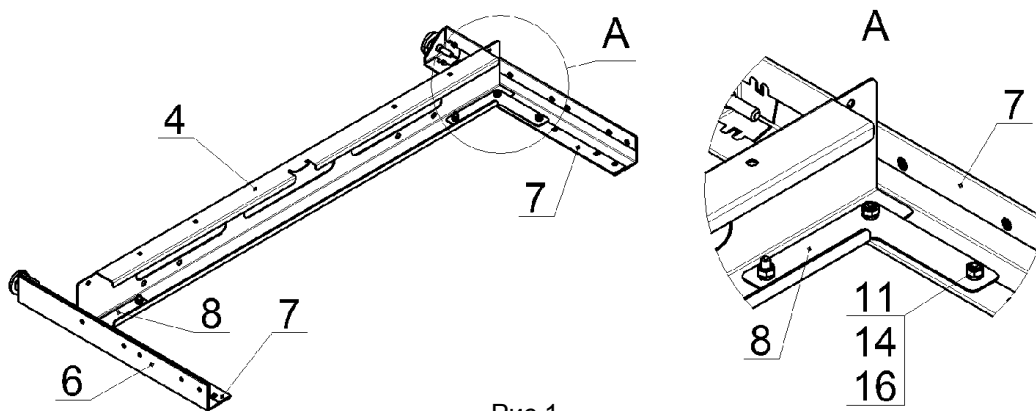
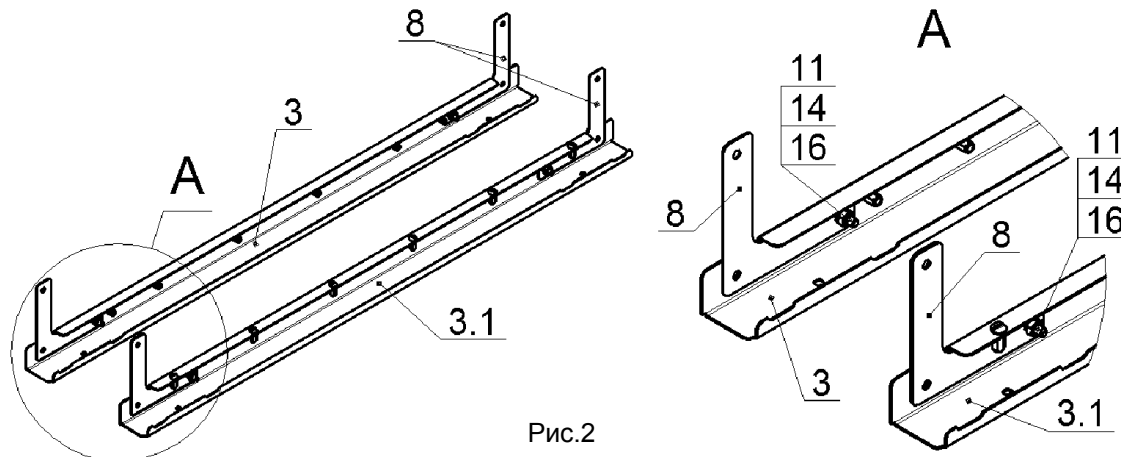
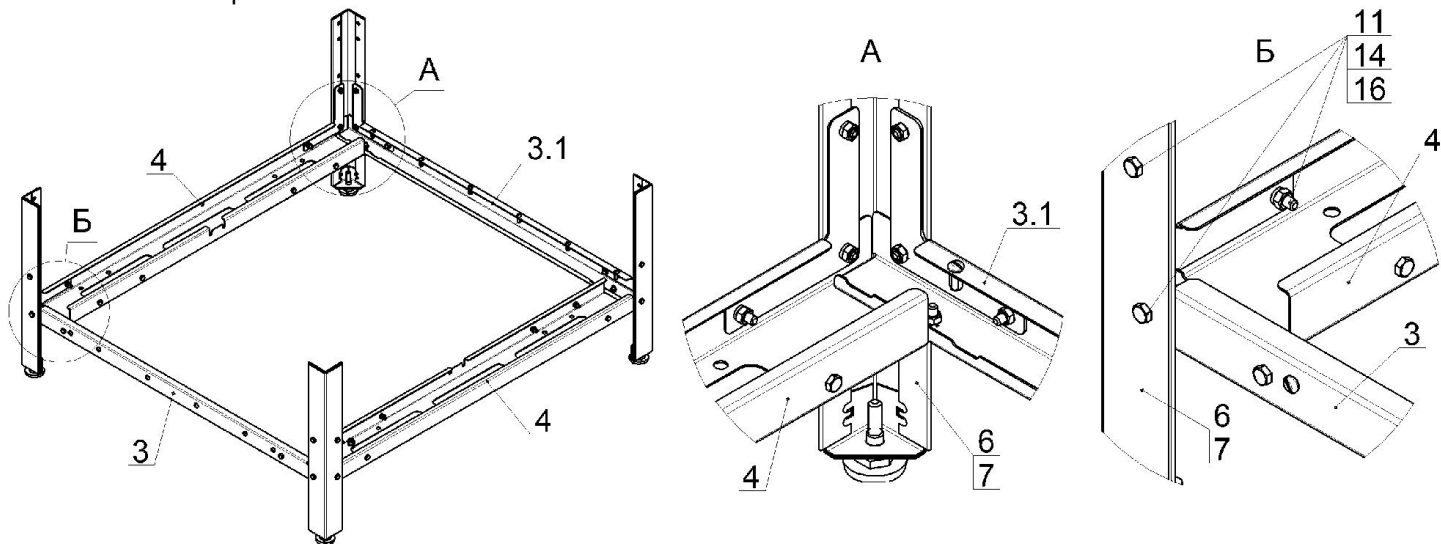

Рис.1
Рис.2
Рис.3
1. Собрать стойки, поз.6 и 7 с профилями боковыми, нижними, поз.4 (931мм), используя угольники, поз.8, и закрепить их болтами М6, гайками и шайбами, поз.11, 14 и 16, гайки не затягивать, как показано на рис.1:
2. Собрать профиль лицевой, нижний, поз.3 (882мм) и профиль задний, нижний, поз.3.1 (882мм) с угольниками, поз.8 при помощи болтов, гаек и шайб, поз.11, 14 и 16, гайки не затягивать, как показано на рис.2:
3. Собрать узлы (рис.1 и рис.2) при помощи болтов, гаек и шайб, поз. 11,14 и 16, гайки не затягивать, как показано на рис.3:.